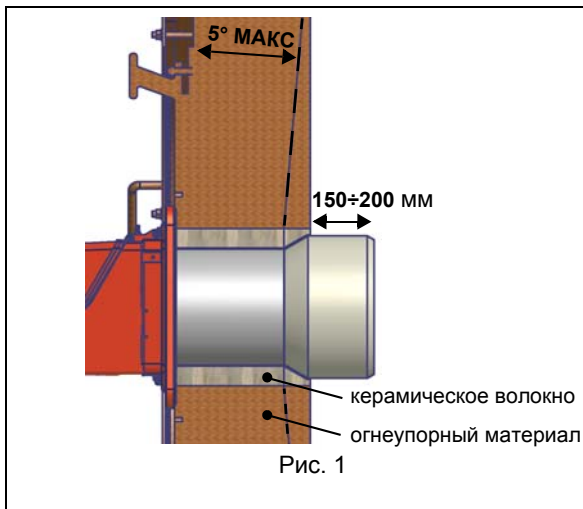

Рис. 1
- Трехходовые котлы (с первым поворотом газов в задней части): сопло должно входить в камеру сгорания примерно на $150 \div 200$ мм (Рис. 1).